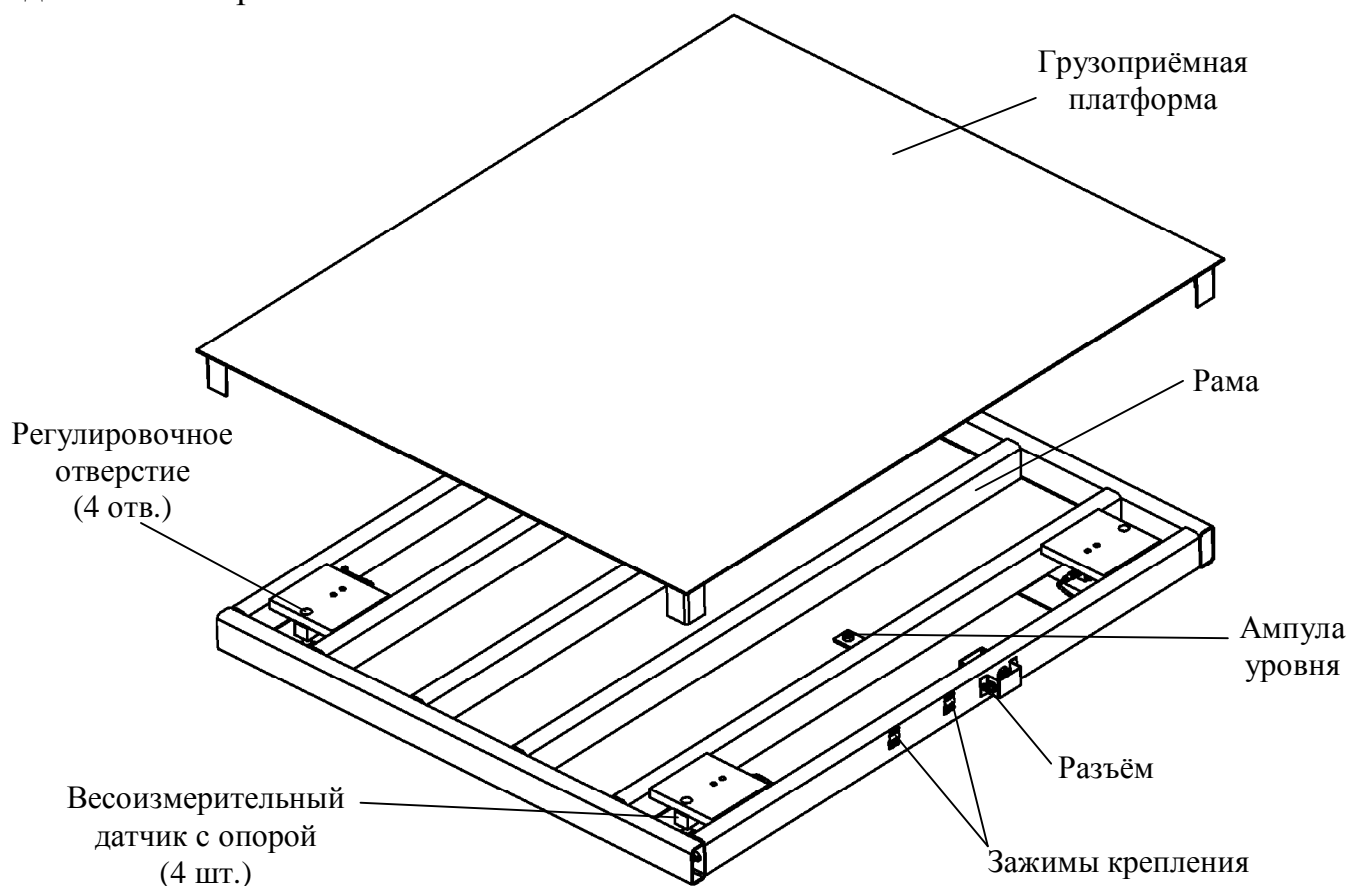

Рис. 5.1 - Платформа весовая
5.1 Платформа весовая состоит из рамы, на которой установлены четыре цифровых весоизмерительных датчика с опорами и грузоприёмной платформы (рис. 5.1).